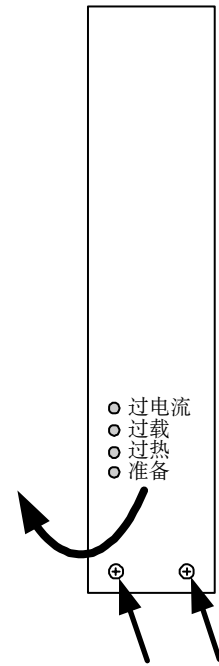

图 6-1 打开的前盖
- ◆ 松开前板底部 2 个螺钉，从底部向前抽出前板并推向一侧(图 6-1)。不要拆卸接至前盖的 PE 导体!